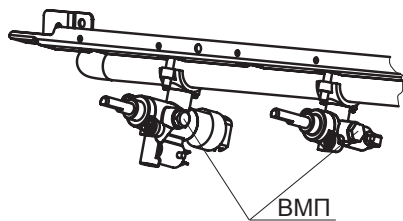

рис. 19
22.2. Проведение замены винтов малого пламени (ВМП) в кране-термостате и кранах горелок стола (рис. 19, 20):